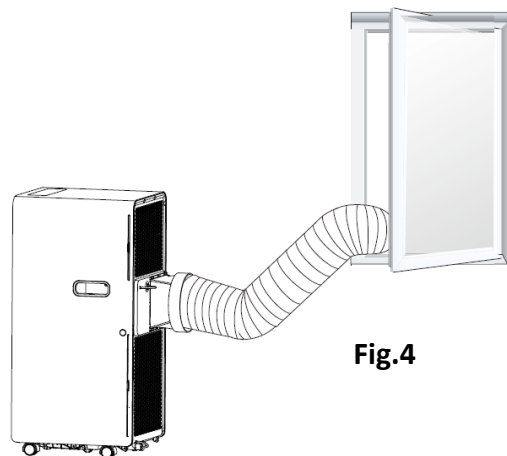

Fig.4
- Poseu l'altre extrem de la mànega de sortida a l'ampit de la finestra més propera. **(Fig. 4)**